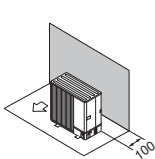

Fig. 2-9
- (1) Obstrucción o superficie cerrada solo en la parte posterior (Fig. 2-9)